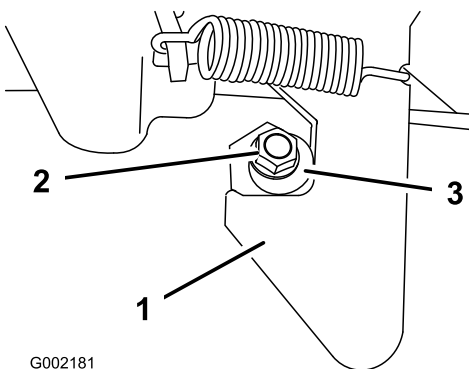

Figure 50
1. Desserrez le contre-écrou au bout de l'ergot de verrouillage (Figure 50).
2. Tournez l'ergot de verrouillage dans le sens horaire jusqu'à ce qu'il soit bien serré contre la partie en crochet du loquet (Figure 50).